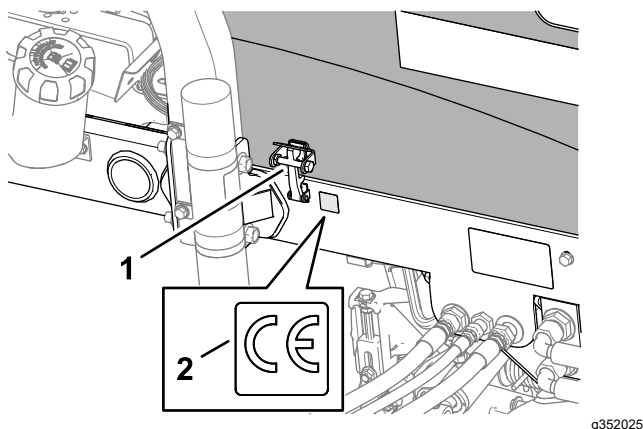

Рисунок 37
3. Начисто протрите левую раму рядом с защелкой капота спиртом и дайте раме высохнуть (Рисунок 37).
4. Снимите подложку и приклейте наклейку с маркировкой CE к раме, как показано на Рисунок 37.